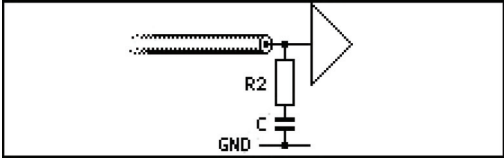

图 7-37 地端并联电容和电阻的终止模式
- **R and C to GND:** 地端并联电阻和电容，如图 7-37 所示。使用电容和电阻的优点在于在终结网络中没有直流电流流过。当时间常数 RC 为延迟时间的 4 倍左右时，大多数情况下，传输线可以被充分终结。图 7-37 中， $R2$ 的值将等于传输线的典型的阻抗值。